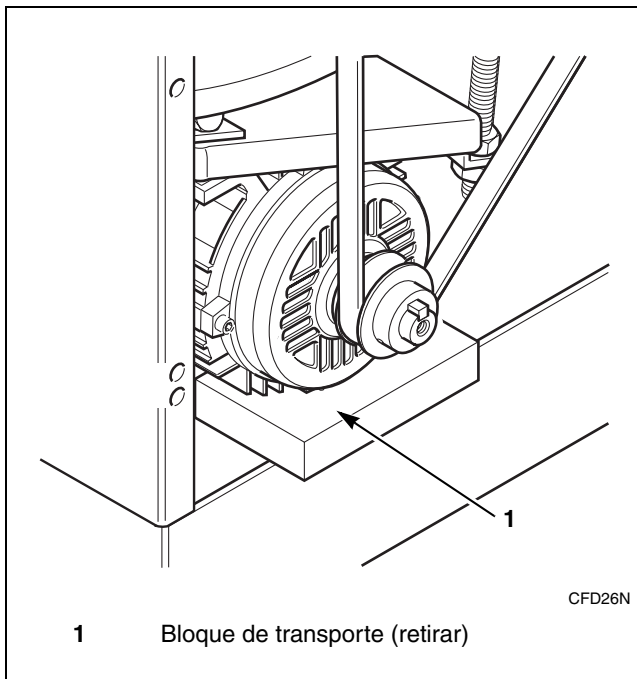

Figura 4
3. En la parte trasera de la máquina, levante el motor por su parte inferior y retire el bloque de transporte si estuviera presente. Consulte la *Figura 4*.